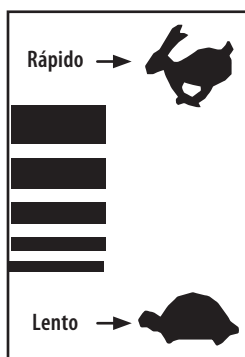

Figura 5
5. Mueva el control del acelerador a la posición RÁPIDO (liebre) (Figura 5).
6. Mueva el control del acelerador a la posición RÁPIDO (liebre) (Figura 5).